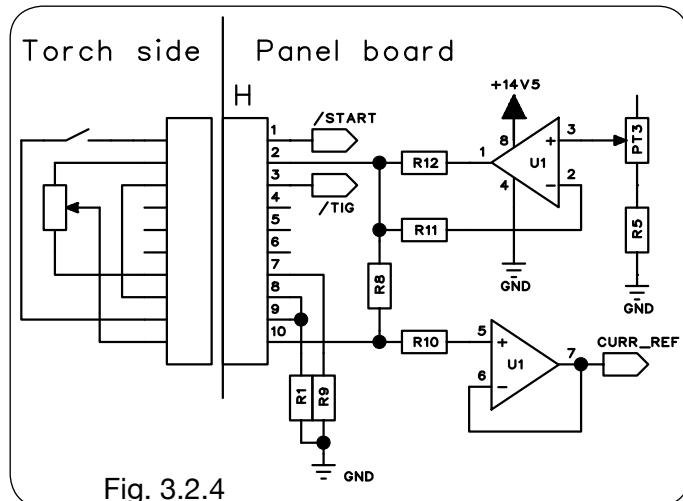

Fig. 3.2.4
Su funcionamiento se activa por la presencia de un puente entre los terminales 3 y 8 del conector **H** y, más precisamente (ver Fig 3.2.4 y diagrama de par. 5.1):
- Controlar conexión entre terminales J9 y J10 en tarjeta potencia (15) y terminales de salida **D** y **E** del generador. Si se encontrasen conexiones flojas, apretarlas y sustituir eventuales terminales dañados.
- Verificar la integridad de fijación del inductor L4 al circuito impreso de tarjeta potencia (15). Si se encontrasen conexiones flojas o marcas de quemaduras restablecer la conexión original o sustituir tarjeta potencia (15).
- ♦ Controlar cableado entre CN1 tarjeta panel (16) y J3 tarjeta potencia (15).
- ♦ Verificar la continuidad de las líneas de señal y la integridad de los componentes de tarjeta panel (16), siguiendo las indicaciones de Fig. 3.2.4 y Mapa conectores de par. 5.2.